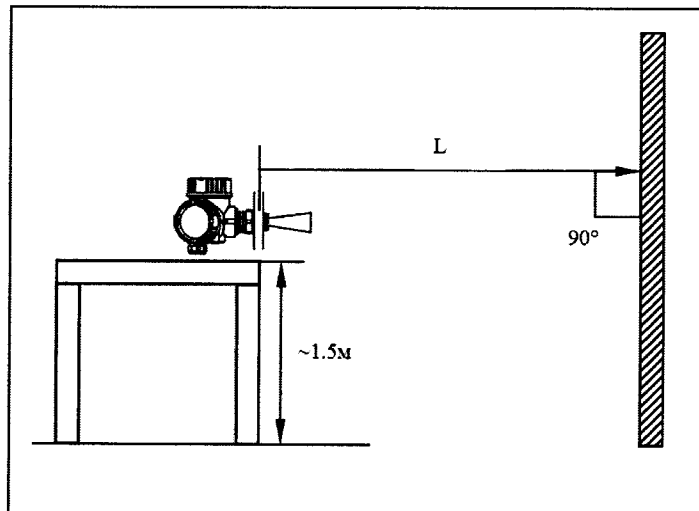

Рисунок 1 – Поверка с демонтажем
7.4.2.2 При поверке с демонтажем уровнемера в качестве имитатора уровня продукта используют ровную поверхность стены (экрана), в которую направляют антенну уровнемера (см. рис. 1). Плоскость стены (экрана) должна быть строго перпендикулярна оси антенны (допуск не более $\pm 1^\circ$). Расстояние между осью антенны уровнемера и различными препятствиями (металлическими предметами, железобетонными конструкциями и т.п.) должно составлять не менее 2 м.